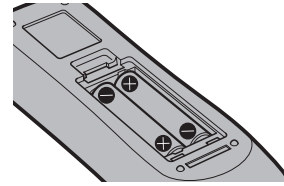

Fig. 2
2) **Inserire le batterie e chiudere il coperchio (inserire prima il lato \ominus).** (Fig. 2)